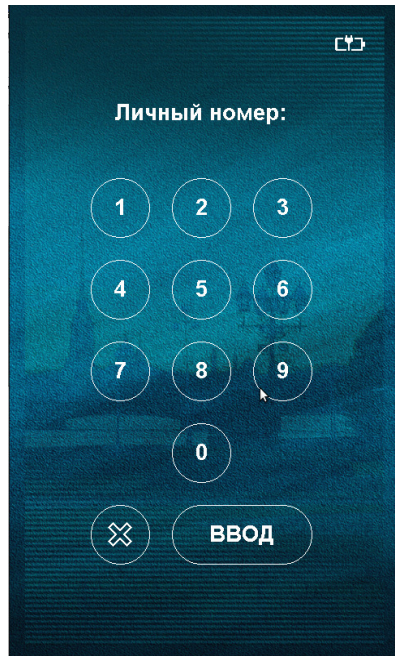

Рис. 5 Клавиатура на сенсорном экране
3. при отсутствии считывателей в комплектации изделия в приглашении будет предложено ввести личный номер. В этом случае для вывода на экран клавиатуры (см. Рис. 5) следует коснуться рукой сенсорного экрана.